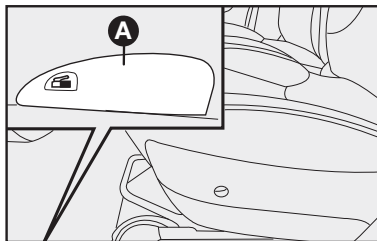
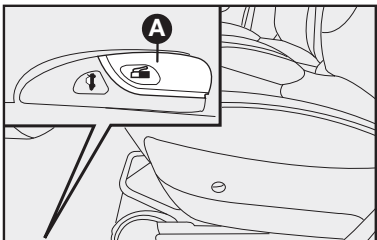

fig. 97
fig. 98
- Destruar a tampa de acesso ao bocal de abastecimento por dentro do veículo, através da alavanca **A-fig. 97** ou **A-fig. 98** conforme a versão. Levantar a alavanca pela parte dianteira.